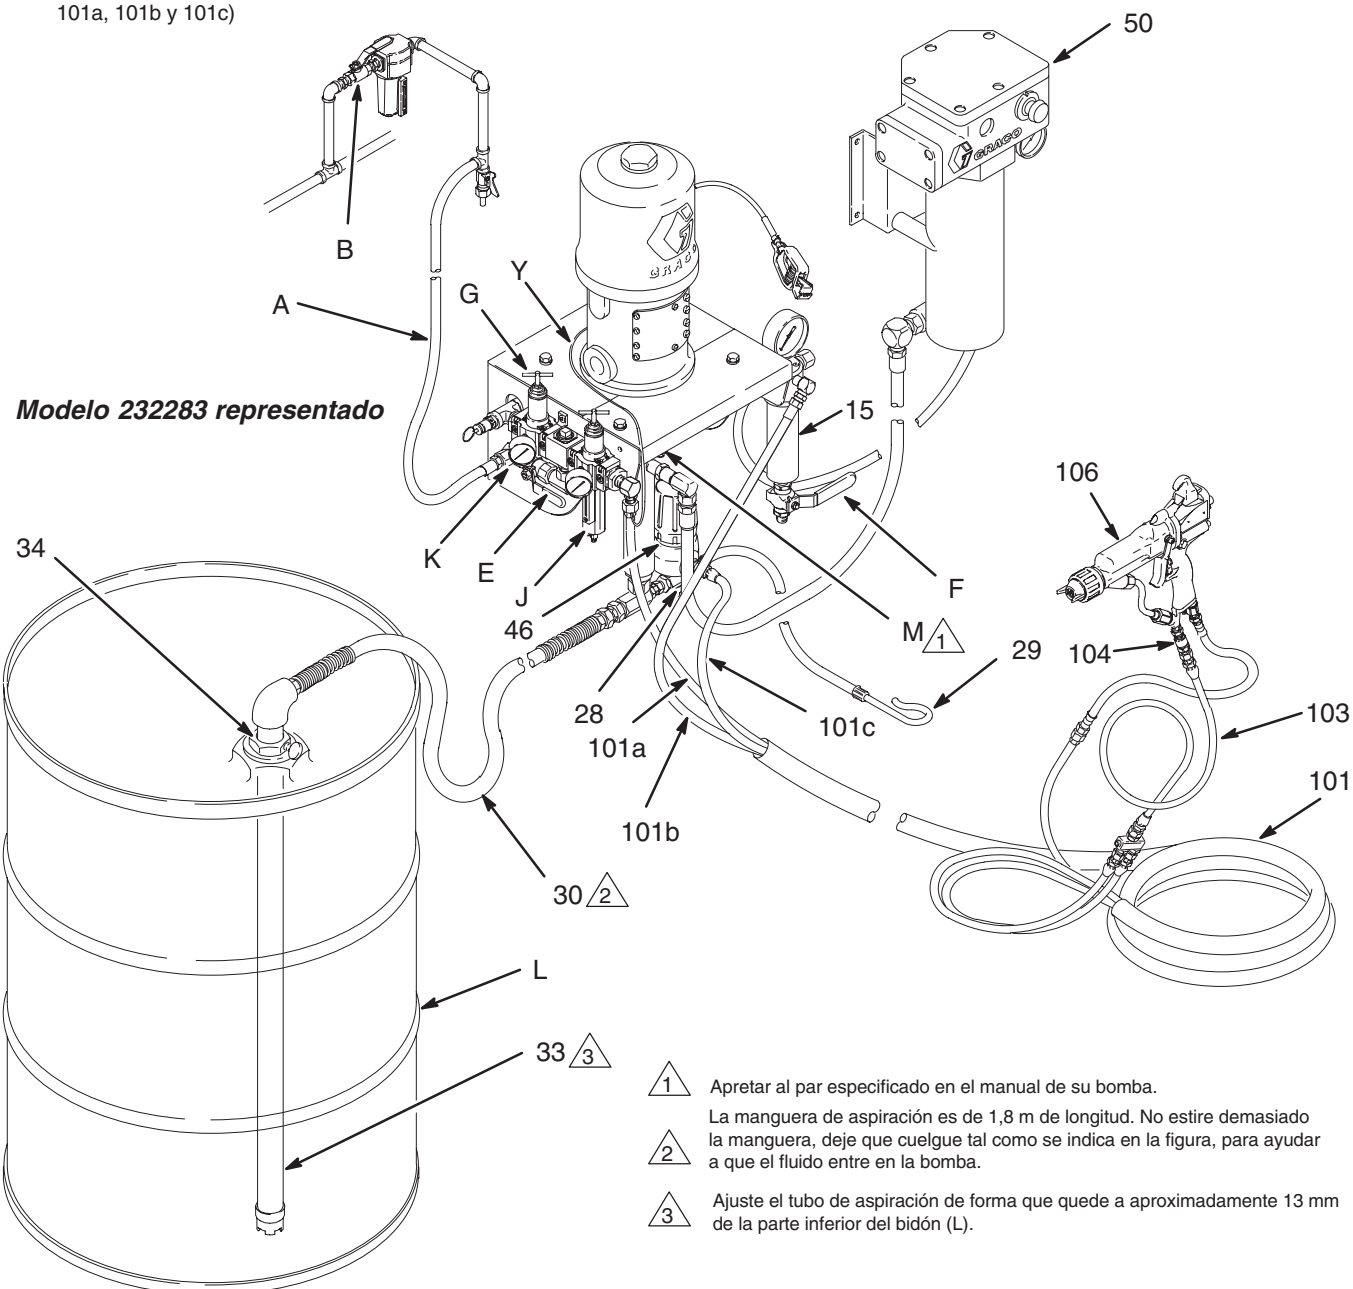

Fig. 6
3. Desconecte la fuente de energía eléctrica del calentador (50).
5. Cierre la válvula neumática principal de purga con manivela roja (E, requerida en su sistema). Vea la Fig. 6.
6. Enganche la manguera de drenaje (29) en un recipiente de desecho. Gire la válvula de recirculación de 3 vías (28) hasta la posición de drenaje.
Antes de comenzar, llene la tuerca prensaestopas (M) a 1/3 de su capacidad con líquido sellador Graco (TSL) o un disolvente compatible. Vea la Fig. 6.
El filtro de aire/regulador de la pistola (J, vea la Fig. 6) controla la presión de aire que llega a la pistola de pulverización. El aire es suministrado a la pistola a través de una manguera de aire conductora eléctricamente (101a).
1. Vea la Fig. 6. Desconecte la fuente de alimentación del calentador antes de cebar la bomba.
3. Desmonte la protección de la boquilla y la boquilla de pulverización de la pistola (106). Consulte el manual de la pistola.
4. Cierre el regulador/filtro de aire de la pistola (J), el regulador de aire de la bomba (G), y las válvulas neumáticas de purga (B, E).
5. Cierre la válvula de drenaje del fluido (F).
6. Conecte la línea de aire (A) al racor giratorio de la entrada de aire de la pistola.
8. Enganche la manguera de drenaje (29) al recipiente de desecho. Gire la válvula de recirculación de 3 vías (28) hasta la posición de circulación.